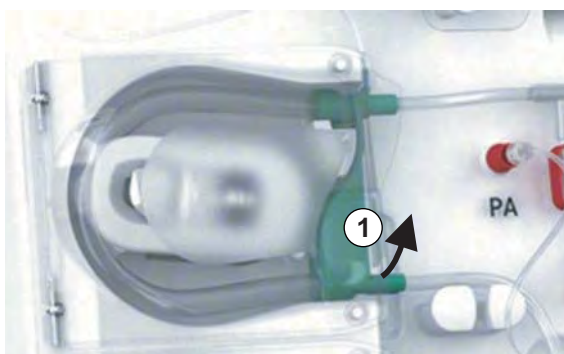

Fig. 7-1 Remoção da linha de sangue
Ao remover as linhas de sangue das bombas, em primeiro lugar puxe cuidadosamente a parte inferior do multiconector (Fig. 7-1 , ①) da base da bomba de sangue (direção da seta) com a tampa da bomba de sangue fechada. Quando a linha for ejetada do cilindro da bomba, abra a tampa da bomba e remova a linha de sangue.